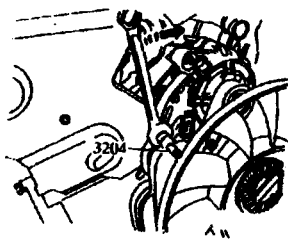

图 2-2 松开动力转向泵、风扇和楔形带
- (1) 查取车载收音机密码，关闭点火开关，断开蓄电池接地线，拆下发动机舱盖。
- (2) 拆下油底壳护板。
- (3) 拧下散热器下端的动力转向液压油冷却管。
- (4) 取下散热器上的排放螺塞，将发动机冷却液放掉。
- (5) 拔下前照灯线束插头和散热器风扇温度传感器线束插头。
- (6) 拔掉 ABS 控制单元前的防盗报警装置、空调压缩机电磁离合器和喇叭线束插头。
- (7) 拔下空气流量计和油箱通风电磁阀线束插头。取下空气滤清器与节气门体间的空气导管，拆下油箱通风阀连接软管、燃油进油管和回油管、空气滤清器壳体 and 冷却液储液罐。
- (8) 拆下发动机控制单元 (ECU)，同时拔掉 ECU 的线束插头。
- (9) 拆下接地搭铁线和支架，拆下油门拉线。
- (10) 用专用工具 3204 (图 2-2) 松开动力转向泵、粘液型风扇和发动机楔形带。
- (11) 拧下空调压缩机楔形带张紧器的固定螺栓，拆下空调压缩机楔形带。拆下粘液型风扇带轮。
- (12) 拆下水泵带轮，取下水泵楔形带，随后取下动力转向泵带轮，把动力转向泵从支架上卸下，但不拆卸与动力转向泵相连的管路。卸下空调压缩机，但不拆卸与其相连的管路。然后拧下排气歧管与前排气管间的连接螺栓，拆下起动机。松开发动机悬架固定螺栓。